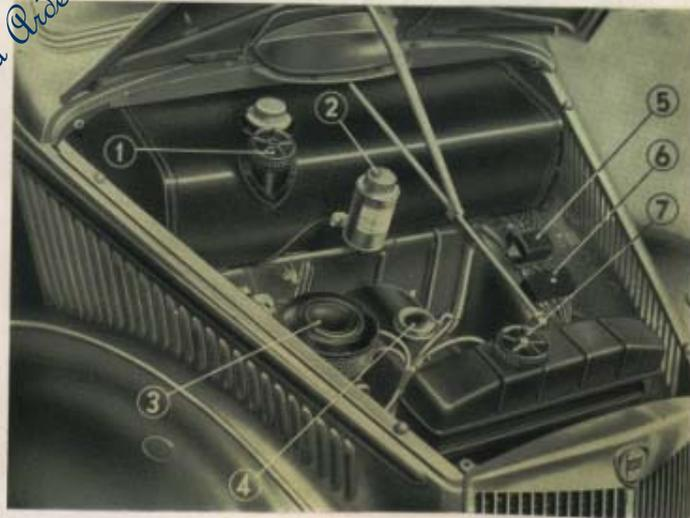

Fig. 41. Vista anteriore con cofano alzato.
della fiancata destra, sotto il cofano, e contiene 6 valvole fusibili di 15 Amp. caduna (vedi fig. 41).
Nel circuito dei fari è inserita una elettrocalamita (5) a due interruttori per le segnalazioni luminose ed è applicata immediatamente sopra la scatola delle valvole (vedi fig. 41).